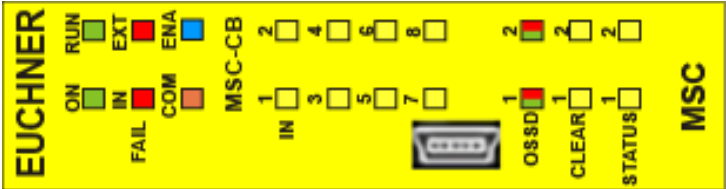

Fig. 31:
8.4.1. Módulo básico MSC-CB (Fig. 31)